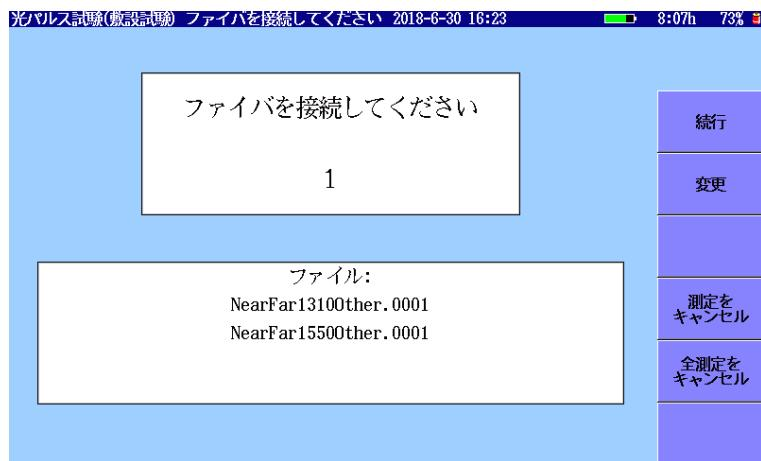

図 6.4-1 ファイバの接続画面
「図 6.4-1 ファイバの接続画面」で【続行】をタッチすると、アクセスマスターは、ファイバの試験を開始します。
6. ソフトキーの【続行】をタッチします。「図 6.4-1 ファイバの接続画面」が表示されます。